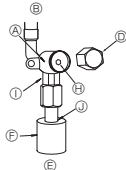

Fig. 4-5
(1) Vätskesida (Fig. 4-5)
- ① Ta bort kåpan och vrid ventilstängens motsols så långt det går med en 4 mm sexkantsnyckel. Sluta när den når stoppet.